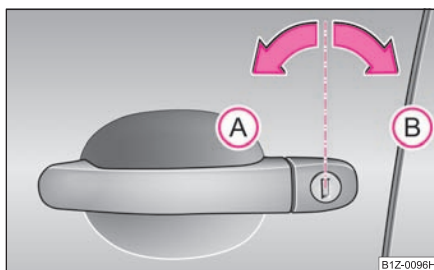

Fig. 32 Rotirea cheii pentru descuiere și încuiere
- Rotiți cheia în încuietoarea ușii conducătorului auto în poziție de descuiere (A) ⇒ fig. 32 spre stânga.
- Rotiți cheia în încuietoarea ușii conducătorului auto în poziție de încuiere (B) spre dreapta ⇒ fig. 32.